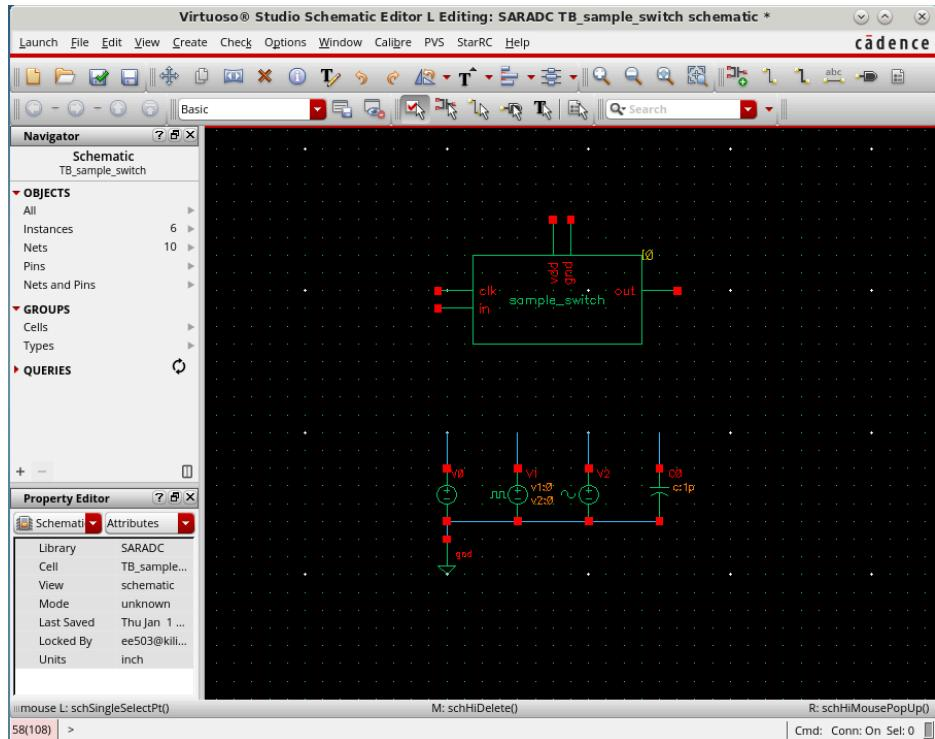

图 35 Testbench 电路
- 添加完实例后，在器件之间连线，使 **Schematic** 视图如图 35 所示。